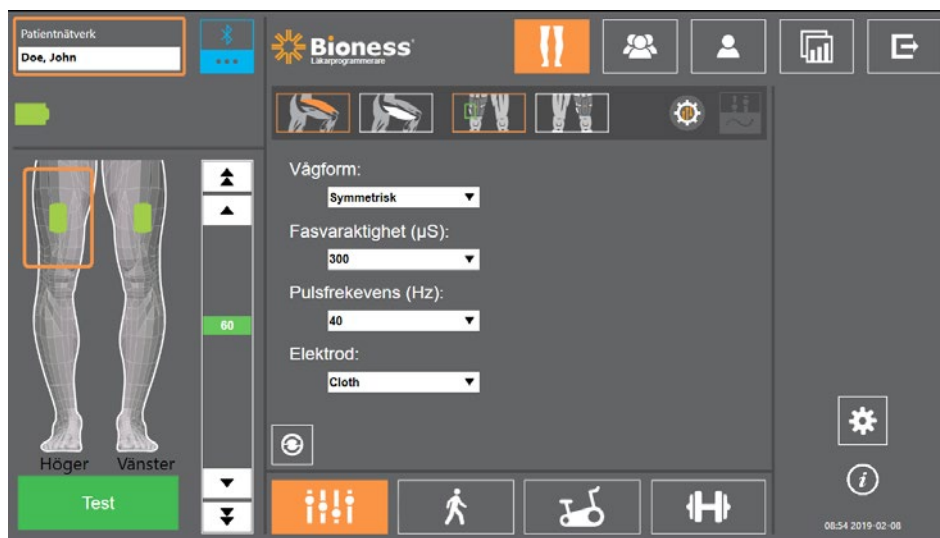

Bild 9-7: Programmera stimulering, skärmen med parameterinställningar
- Tryck på programinställningsikonen  i navigeringsfältet för att öppna parameterskärmen. Se bild 9-7.
- Länkade EPG-enheter visas som gröna ikoner på bendiagrammet till vänster på parameterskärmen. Se bild 9-7. Den valda EPG-enheten är markerad med en orange ruta.